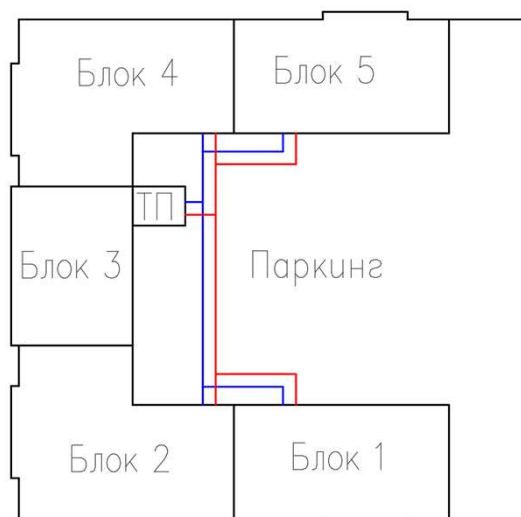

Рис. 1
- При отсутствии технического подполья разводку трубопроводов выполнить через паркинг (Рис.1).